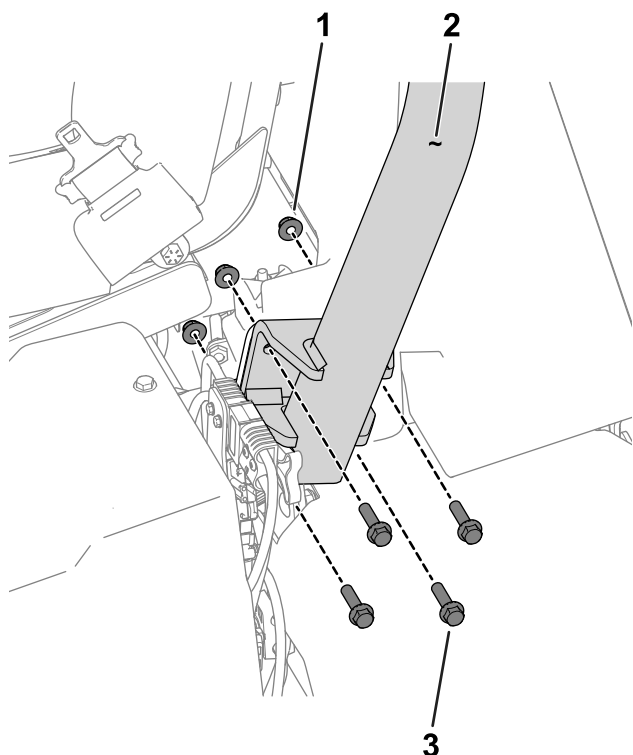

Figure 3
3. Avec 8 boulons à tête hexagonale ($\frac{3}{8}$ " x $1\frac{1}{2}$ ") et 8 écrous ($\frac{3}{8}$ "), fixez l'arceau de sécurité sur ses supports de chaque côté de la machine (Figure 3).